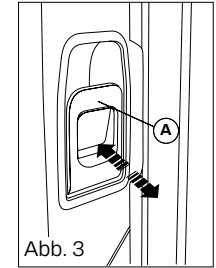

Abb. 3
- Heben Sie die Taste **A** an, um das Schloss zu entriegeln, und ziehen Sie den Hebel **B**. (Abb. 3)